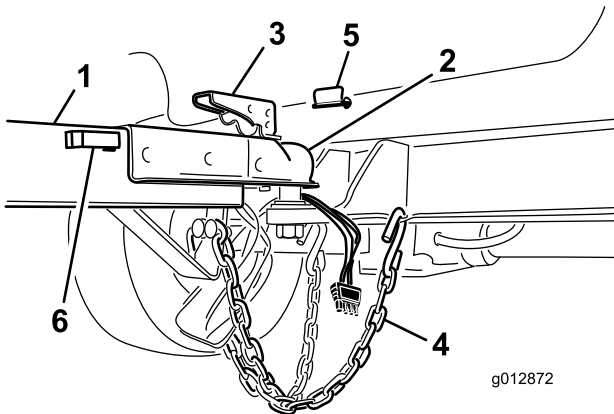

Figura 11
5. Guarde el conector del arnés en el soporte de la barra del enganche (Figura 11).
2. Levante la palanca de la lengüeta y baje el enganche sobre la bola (Figura 11).
4. Instale el pasador para bloquear la palanca de acoplamiento (Figura 11).
5. Cruce las cadenas de seguridad y conéctelas a los taladros del enganche (Figura 11).